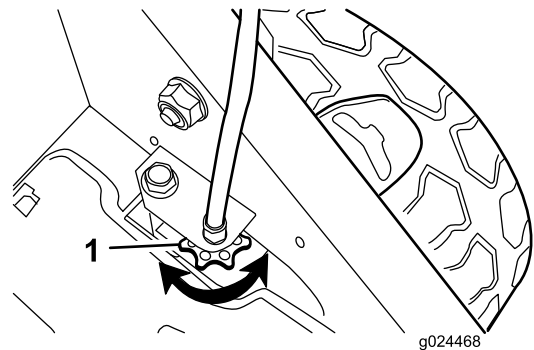

Bild 24
- Wenn sich die Räder nicht bei eingekuppeltem Selbstantriebsbügel drehen, ist der Treibriemen zu lose. Drehen Sie das Steuerhandrad für den Radantrieb (Bild 24) um eine Umdrehung nach rechts und wiederholen Sie die Schritte 4 bis 6.
- Wenn sich die Räder drehen, bevor der Selbstantriebsbügel ganz eingekuppelt ist, ist der Treibriemen zu fest. Drehen Sie das Steuerhandrad für den Radantrieb (Bild 24) um eine Umdrehung nach links und wiederholen Sie die Schritte 4 bis 6.